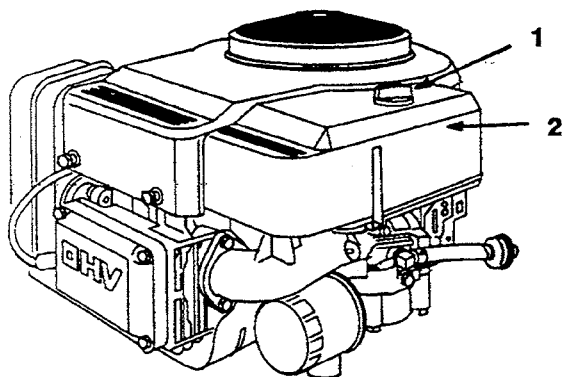

Figure 12
3. Nettoyer la surface autour du filtre à air pour éliminer les saletés qui pourraient tomber dans le moteur et l'endommager. Dévisser le bouton et déposer le couvercle du filtre à air (Fig. 12).
3. Poser le couvercle et le bouton du filtre à air (Fig. 12). Serrer le bouton à fond.